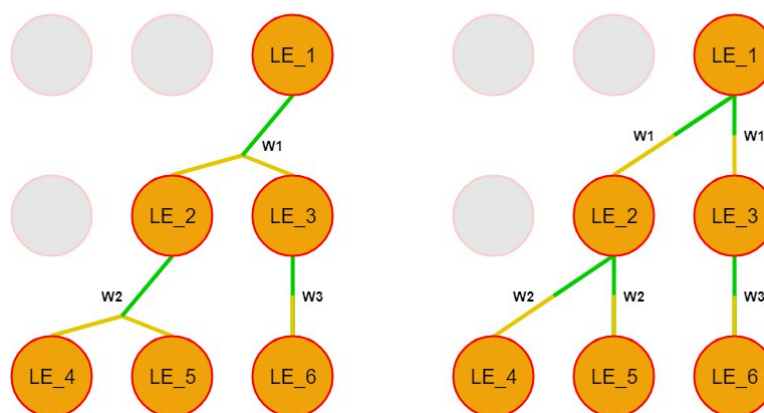

Рисунок 48 – Способы представления цепей (пример на регулярной структуре ПЛИС): центрированный (слева) и прямой (справа)
*Настройки режима отображения цепей* (пример на рисунок 48) позволяют выбрать один из двух режимов отображения: